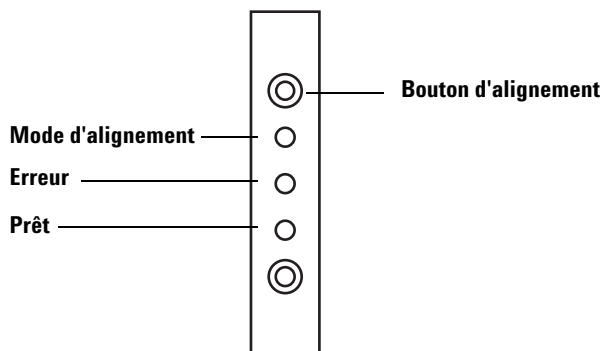

Figure 71 Alignement de l'ALS
- 4 A l'aide d'un objet long et fin, enfoncez le bouton d'alignement situé au-dessus des voyants. Faites attention de ne pas trop enfoncer le bouton renfoncé (voir Figure 71).